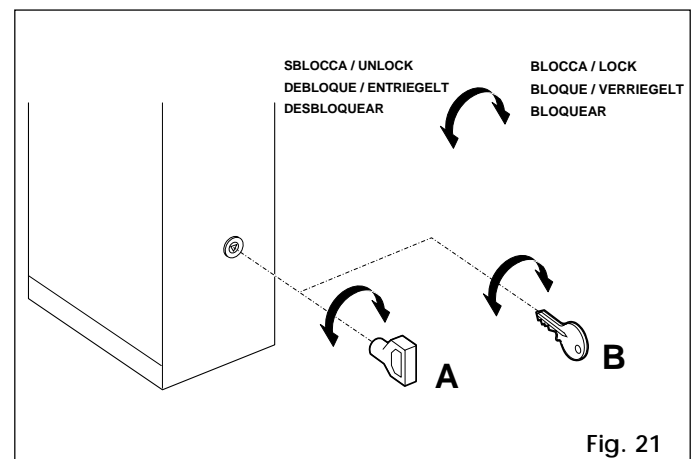

Fig. 21
La chiave in dotazione può essere triangolare rif. A fig. 21 (standard) o personalizzata rif. B fig. 21 (opzionale). Inserirla nella serratura e ruotarla in senso antiorario di 1 giro (Fig. 21).
- ruotare la chiave in senso orario fino all'arresto ed estrarla (fig. 21 rif. A).
- ruotare molto lentamente ed in senso antiorario la chiave fino al punto in cui è possibile estrarla. (fig. 21 rif. B).